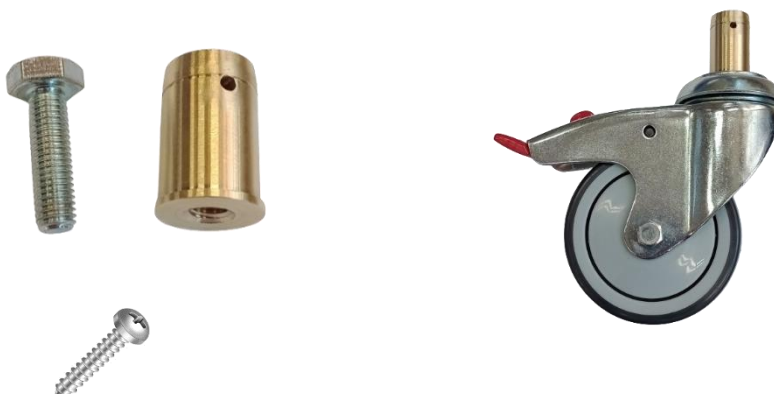

Figura 2: Modelo atual de fixação
- 3. Identificação dos componentes nos modelos novos:** Os equipamentos comercializados a partir de outubro de 2023, contém o modelo de fixação representado abaixo na figura 2, no qual a fixação dos componentes é realizada através do encaixe do sistema com buchas internamente no tubo da estrutura, onde através de aperto no parafuso, são fixadas a bucha em latão com a roda e depois com a aplicação do parafuso lateral que garante uma melhor fixação da bucha com o tubo.